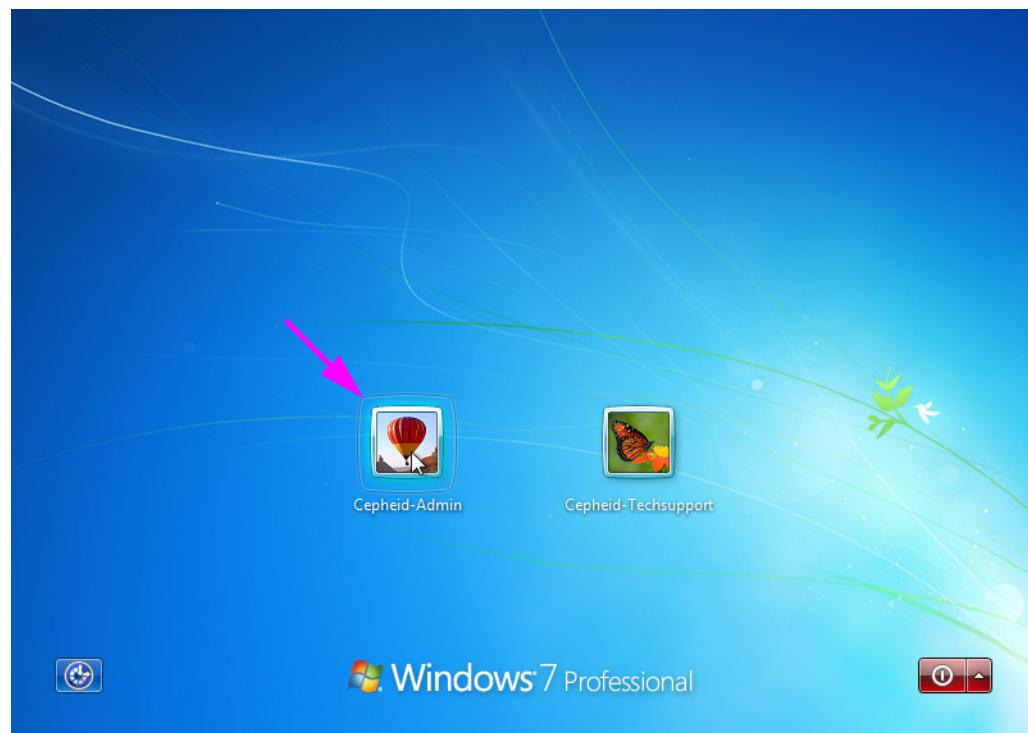

Figure 5-1. Écran du compte Windows 7
Dans Windows 7, l'écran du compte Windows s'affiche. Voir la Figure 5-1.
Cliquez n'importe où sur l'écran pour afficher l'écran du compte et du mot de passe Windows. Voir la Figure 5-1.
3. Sur l'écran du compte Windows, sélectionnez le compte utilisateur **Cepheid-Admin** (voir la Figure 5-1 et la Figure 5-4).
L'ordinateur du Système GeneXpert Dx est configuré avec deux comptes Windows. Le compte **Cepheid-Admin** est destiné aux tâches d'administrateur du type mises à jour de logiciel, configuration du système et utilisation normale ; alors que le compte **Cepheid-Techsupport** est réservé exclusivement au support technique de Cepheid. Voir la Figure 5-1 et la Figure 5-4.